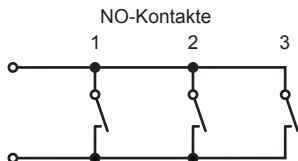
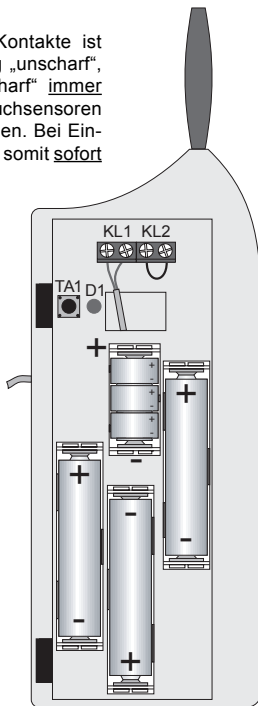

Bild 3
Bild 7
Sollen mehrere NO-Kontakte angeschlossen werden, so sind diese parallel zu schalten (Bild 3).
- Falls Sie zusätzliche NO-Kontakte an „KL1“ angeschlossen haben (siehe Bild 3 auf Seite 10), so legen Sie bitte 3 Knopfzellen vom Typ „LR44“ polungsrichtig in das Batteriefach ein, siehe Bild 7.